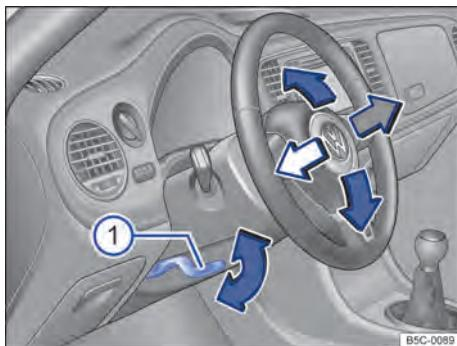

Fig. 47 Ajustar a posição do volante mecanicamente.
- Virar a alavanca ⇒ Fig. 47 ① para baixo.